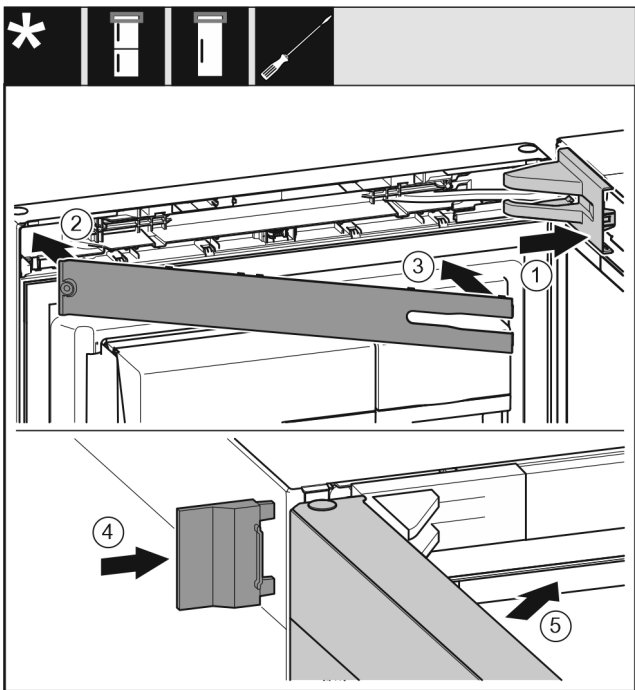

Fig. 49
- 放上并插入托架盖，如有必要小心地按压分开。 Fig. 49 (1)
- 盖上隔板。 Fig. 49 (2)
- 转入隔板并卡入到位。 Fig. 49 (3)
- 插入外盖。 Fig. 49 (4)
- 关闭冰箱上方门。 Fig. 49 (5)